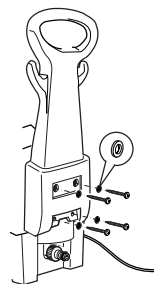

Figura 2
2. Fije el mango negro con los tornillos y arandelas suministrados (Figura 2).